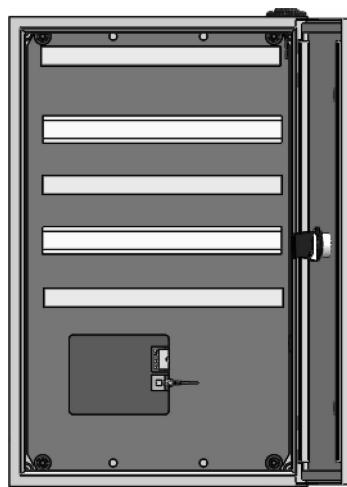

图11-19 添加线槽
**步骤4 添加线槽** 水平插入线槽 MC25X25IG2，长度为 1in，如图 11-19 所示。